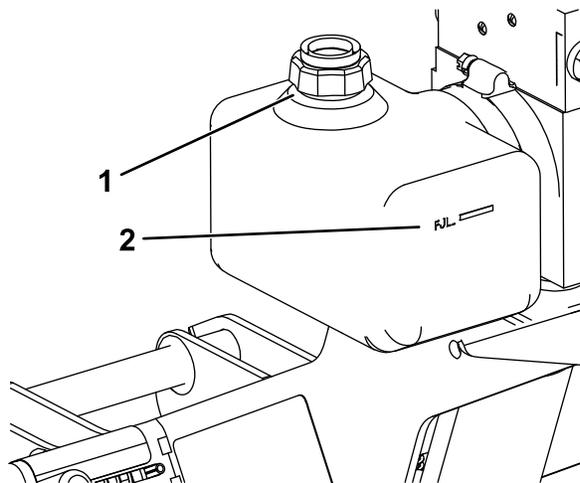

Figure 27
2. Nettoyez la surface autour du bouchon de remplissage (Figure 27).
3. Retirez le bouchon de remplissage du réservoir hydraulique (Figure 27).
4. Versez lentement du liquide hydraulique BOSS haute performance dans le réservoir jusqu'à ce que le niveau atteigne le trait de repère sur l'extérieur du réservoir (Figure 27).